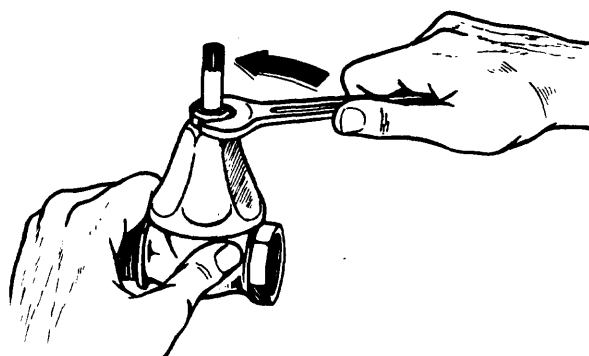

Fig. 5
- 2) Es conveniente desenroscar con llave (ajustable o fija) en caso de piezas hexagonales (fig. 5).